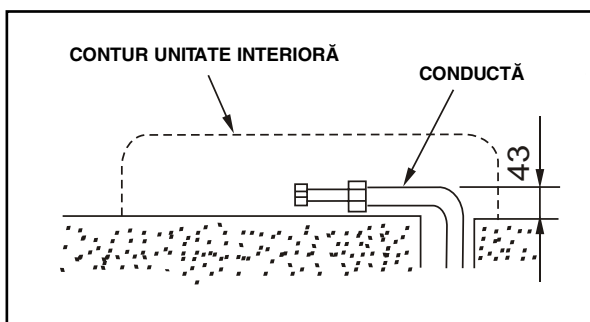

fig.5
3. Efectuați traseul țevelor așa cum e indicat în figură. Îndoiți țeava de racordare, asigurându-vă că se găsește la o distanță mai mică de 43 mm față de perete (fig. 5)